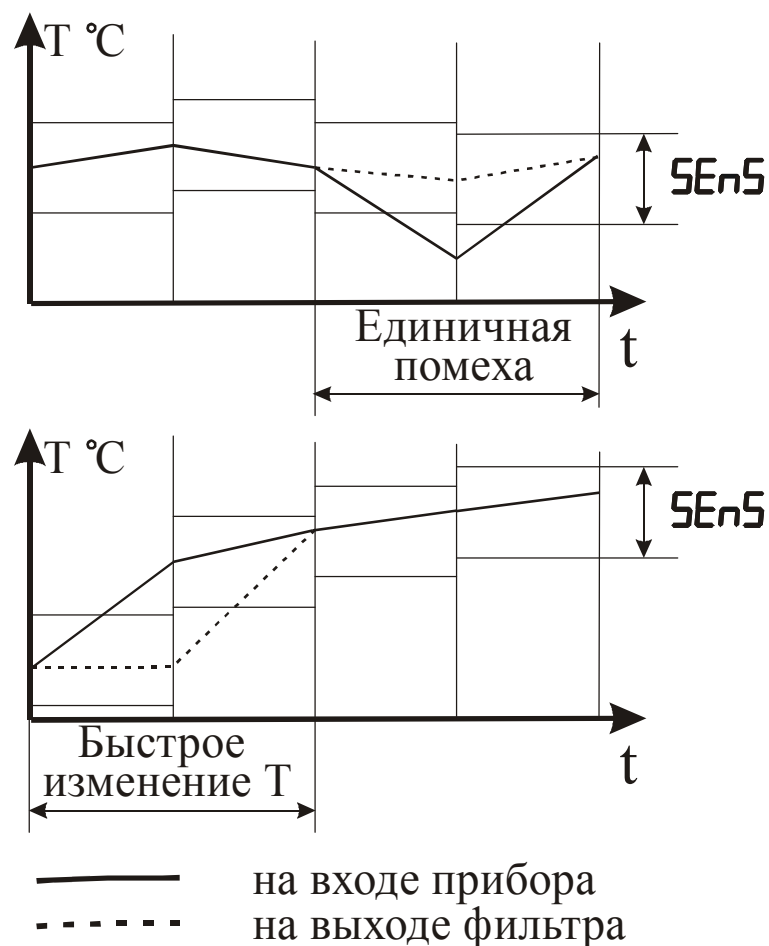

Рисунок 3.14 – Работа фильтра при воздействии случайной помехи и быстром изменении сигнала
3.3.3.7 С целью уменьшения влияния случайных импульсных помех на показания в прибор введена цифровая фильтрация. Работа фильтра описывается параметром “Полоса фильтра”. Если текущее значение температуры отличается от результатов предыдущего измерения на значение, которое превышает указанное в параметре “Полоса фильтра”, то проводится повторное измерение температуры, а на индикаторе остается старое значение (см. рисунок 3.14).